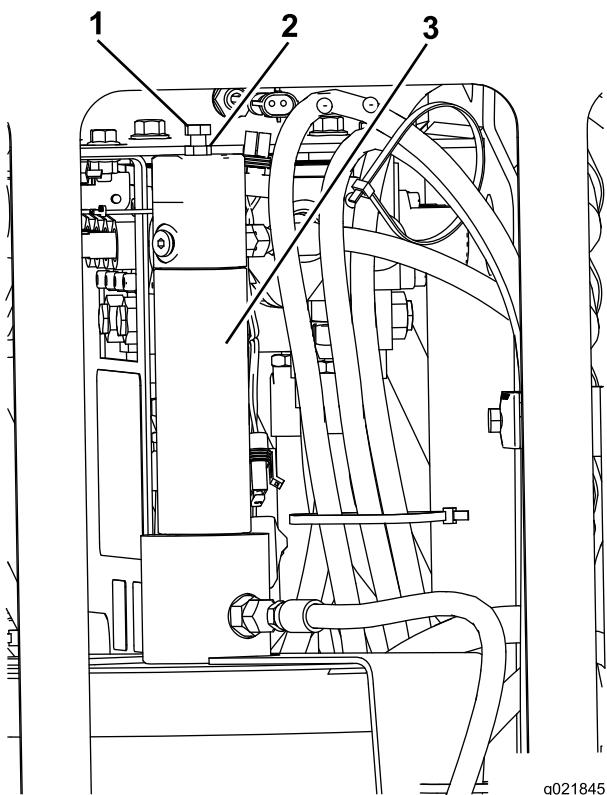

Figura 55
- Afloje la contratuerca del perno de ajuste, que está situado encima del pistón del aplicador de lubricante de roscas (Figura 55).